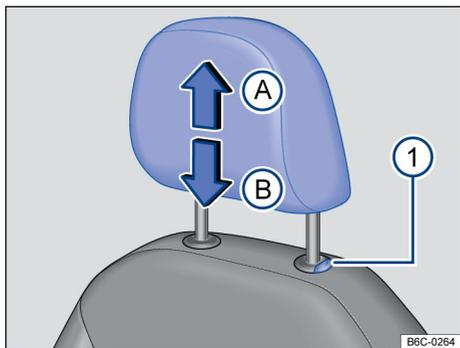

Fig. 69 Apoio para cabeça: ajustar, desinstalar e instalar.
- Deslocar o apoio para cabeça para cima (A) ou para baixo (B) na direção da seta com o botão → Fig. 69 ⓘ pressionado → ⚠️ em *Introdução ao tema* na página 85.
- Retirar o apoio para cabeça com o botão (A) → Fig. 69 ⓘ pressionado na direção da seta (A).
- Empurrar o apoio para cabeça totalmente para baixo na direção da seta (B) com o botão → Fig. 69 ⓘ pressionado.
- Empurrar o apoio para cabeça para baixo com o botão na direção da seta (B) → Fig. 69 ⓘ pressionado.